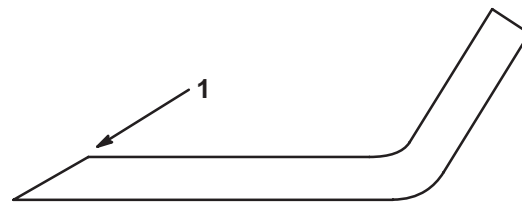

Figure 36
1. Au moyen d'une lime, aiguiser les tranchants aux deux extrémités de la lame (Fig. 36) en veillant à conserver l'angle d'origine. Limez la même quantité de métal sur chacun des deux tranchants pour ne pas déséquilibrer la lame.